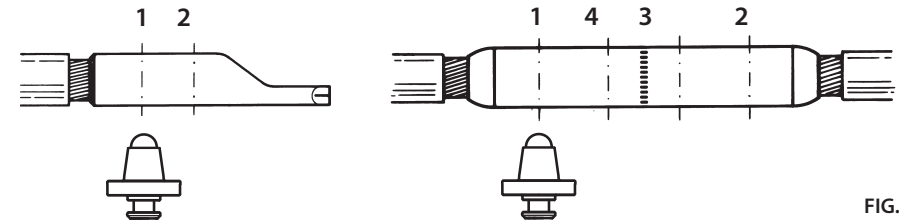

FIG. 1
- Den Stempel **PS 130.../E (92)** in den Adapter **AU 231-PS/E (90)** durch Betätigen des Arretierknopfes (83) einrasten lassen.
- Den Kabelschuh bzw. Verbinder in die Presseinsatzschale (93) einlegen und mit Hilfe der Nuten an der Oberseite der Presseinsatzschale in der Gabel des Kopfes an den Zapfen (8) positionieren.
- Die Pumpe betätigen und mit dem Verpressen der Kabelschuhe bzw. Verbinder beginnen. Dabei ist die Reihenfolge (siehe Bild 1) zu beachten.